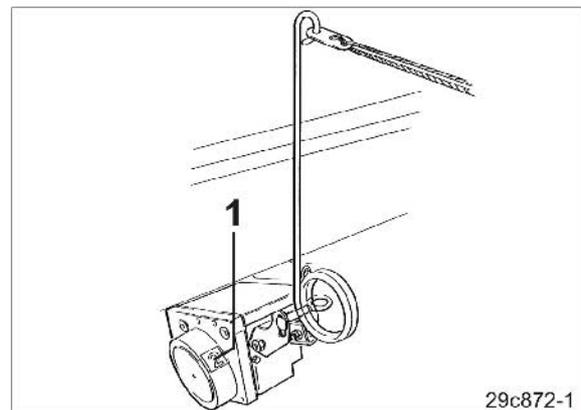

Fig. 77
- la caja de distribución debe estar equipada con la rueda separadora (Fig. 77/1) adecuada para ello